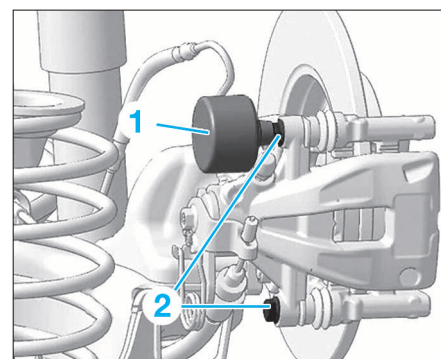

FIG.7
- Déposer le batteur (ou poids anti-vibrateur) (1), puis les vis (2) (Fig.7).